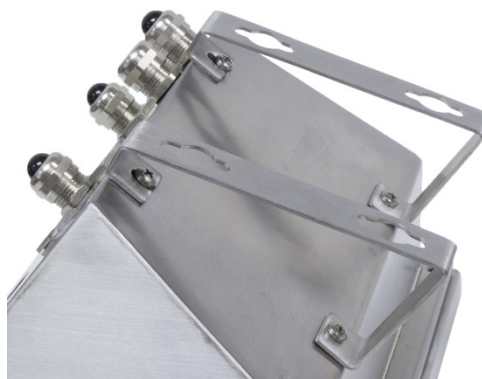

Figura 2-12: applicazione delle staffe di montaggio a parete
1. Bullonare le due staffe alla parte inferiore dell'armadietto utilizzando le quattro viti M4 incluse con il terminale. Le staffe devono essere collegate come mostrato in Figura 2-12.